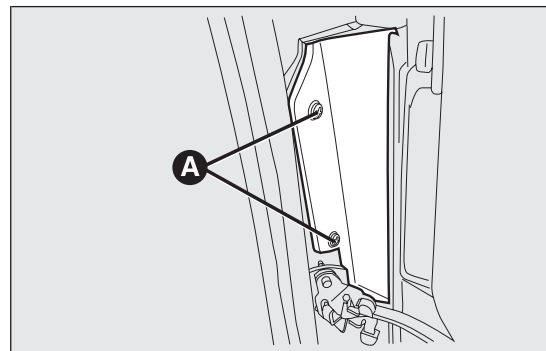
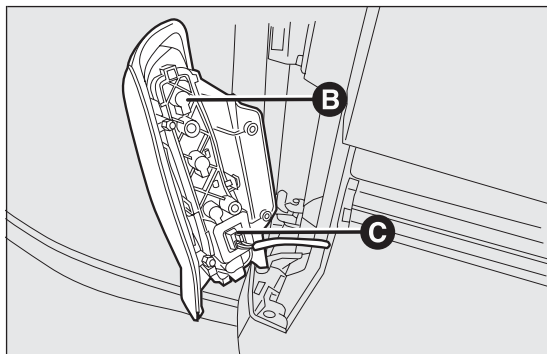

fig. 149
fig. 150
- extraer la lámpara A fig. 149 y sustituirla;
- aflojar los tornillos A fig. 149 para acceder al grupo óptico B fig. 150;
- extraer el conector C fig. 150.